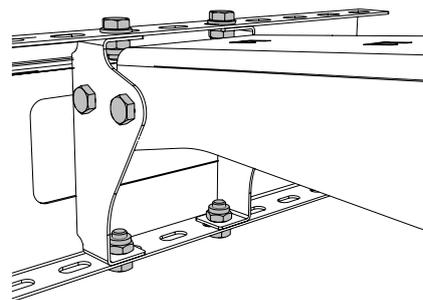

Abbildung 46. Montage mit Halterung für Abdeckplatte an der Ladebordwand
2. Befestigen Sie die Befestigungsplatte des Bedienvorrichtung am Arm, siehe Abbildung 46.